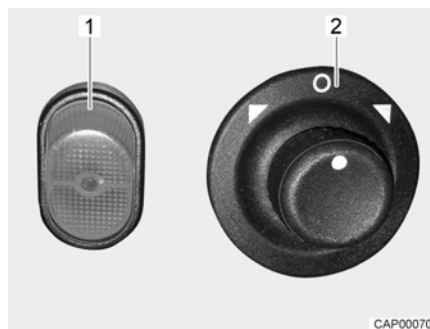

Bild 14 Schalter (elektrisch einstellbare Außenspiegel)
- Den Spiegel, der eingestellt werden soll, wählen. Dazu den Drehschalter (Bild 14,2) nach links oder rechts drehen.
- Den Spiegel einstellen. Dazu den Schalter (Bild 14,2) in die gewünschte Richtung drücken.
- Den Schalter (Bild 14,1) drücken. Die Kontroll-Leuchte im Schalter leuchtet orange und zeigt an, dass die Spiegelheizung in Betrieb ist.